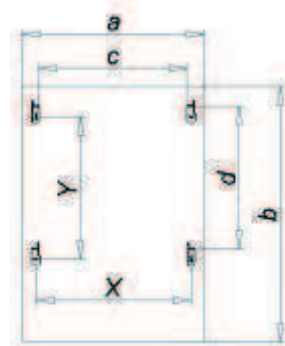

Figura 4
- Fissare le 4 staffette al muro con appositi tasselli (non inclusi), scelti in funzione del tipo di parete sulla quale viene eseguita l’installazione. Fare attenzione a rispettare le quote riportate nella tabella in figura 4.